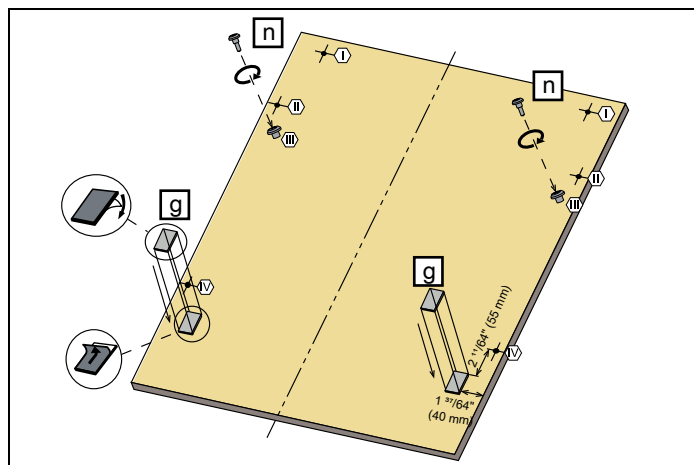

Fig. 25
- 3) Como se muestra en Fig. 25 , se instalan los tornillos Ø 5/32" x 27/32" (4 mm x 21,5 mm) en las posiciones III.
- 4) Como se muestra en Fig. 25 , los listones de fijación de madera para puertas se instalan en las posiciones indicadas en la figura.